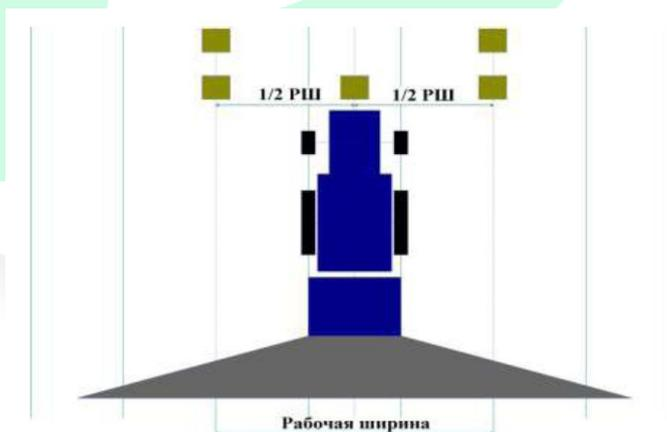

Рисунок 6.6 - Установка поддонов
- установить по два поддона друг за другом на расстоянии 1 м в зонах перекрывания и один в колее. Поддоны ставить в горизонтальном положении, установленные поддоны под углом могут привести к ошибкам при измерении (рисунок 6.6);